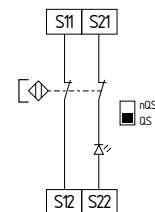

Fig. 15
**Comando de dois canais de interruptores magnéticos conforme EN 60947-5-3 (ver Fig. 15)**